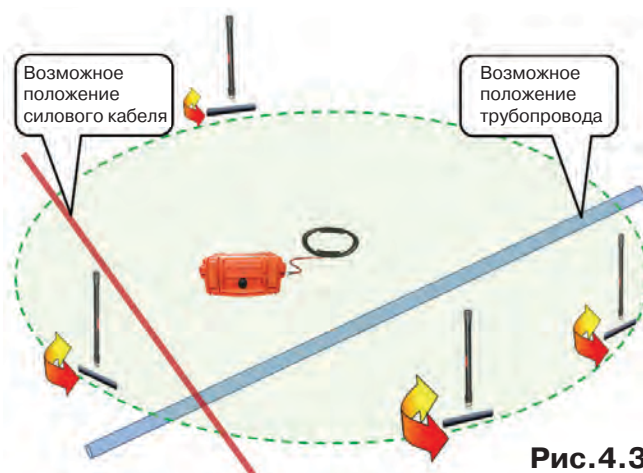

Рис. 4.3
Поэтому при обследовании участка индукционную антенну надо расположить горизонтально в центре участка (подставку антенны в этом случае можно не использовать), и она окажется расположенной в плоскости параллельной возможным коммуникациям на данном участке (рис. 4.3).
3. Включить приемник. В «Стартовом окне» следует выбрать вид принимаемого сигнала – «двухчастотный» . После запуска измерения кнопкой  появится окно «направление сигнала» (рис.4.3).